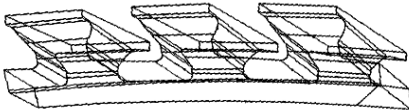

Рисунок 7.1 – Каркасна модель ободної частини диска КВТ.
1. Відобразіть каркасну модель (рис. 7.1) у вигляді площин і об'ємів: